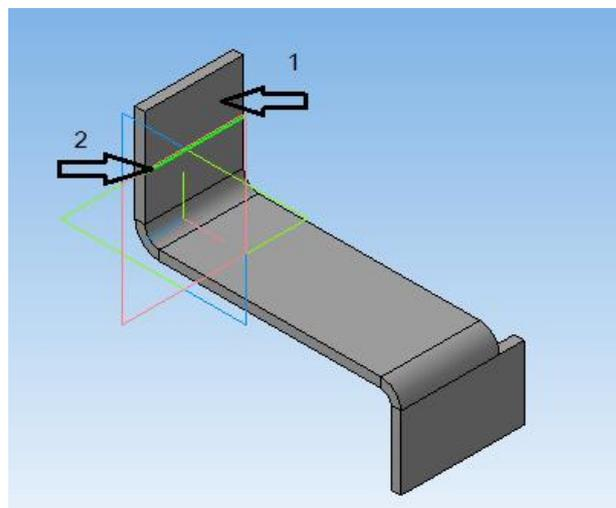

Рисунок 37.
4. На панели «Элементы листового тела» нажать кнопку «Сгиб по линии»  на листовой детали указать поочередно грань и отрезок (рисунок 37).